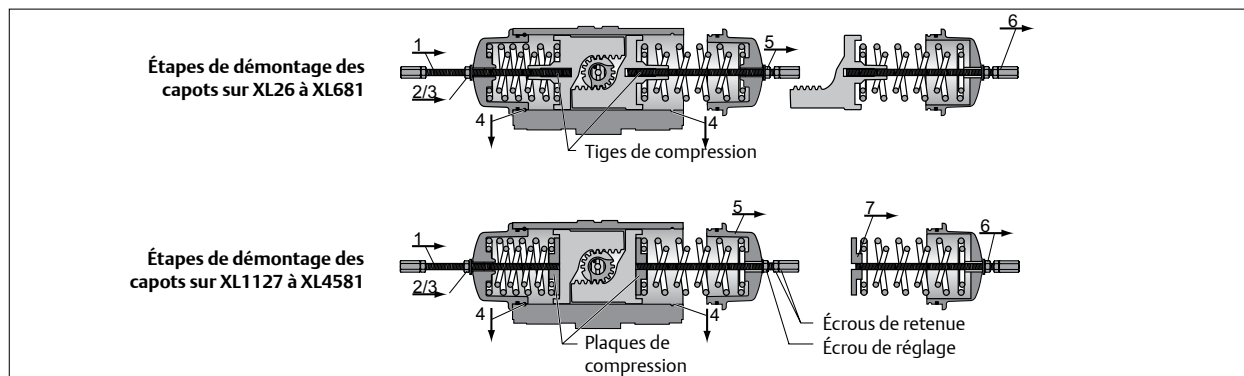

Figure. 4 Démontage des capots
- Pour les modèles XL 26 à XL681 les pistons (20)
- Pour les modèles XL 1127 à XL4581 la plaque de compression (voir aussi Fig 4) vers les capots (21) et de comprimer les ressorts. Cette compression des ressorts libère la force du ressort et déverrouille le SAFEKEY en vue de son retrait.
10. Une fois les deux SAFEKEYS retirés, utilisez une clé pour faire tourner le pignon, en éloignant les pistons (20) jusqu'à ce qu'ils poussent les capots du corps.
- Pour les modèles XL 26 à XL681 les pistons (20), les ressorts et le capot sont libérés
11. Pour garder le jeu de ressorts intact (Figure. 4), laissez la tige de compression en place. Pour démonter le jeu de ressorts, dévissez l'écrou de réglage de la tige de compression en libérant la force du ressort, tout en empêchant la tige de tourner en bloquant les écrous de retenue à l'aide d'une clé.